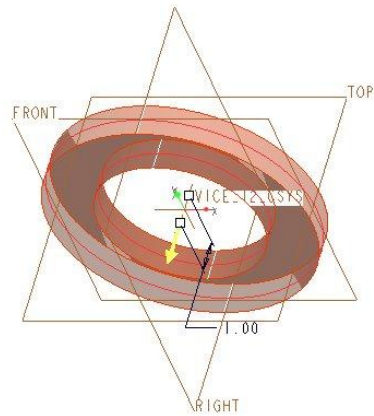

図 7-72 環状部品
押し出しの方法を対称に、押し出しの寸法を 1mm に設定する。そうすると図 7-72 のように環状の部品ができあがる。
- ・配置の右側に並んでいるオプションをクリックし押し出しの条件設定を行う。押し出しの方法を対称に、押し出しの寸法を 1.5mm に設定する。 1.50 そうすると図 7-72 のように環状の部品ができあがる。